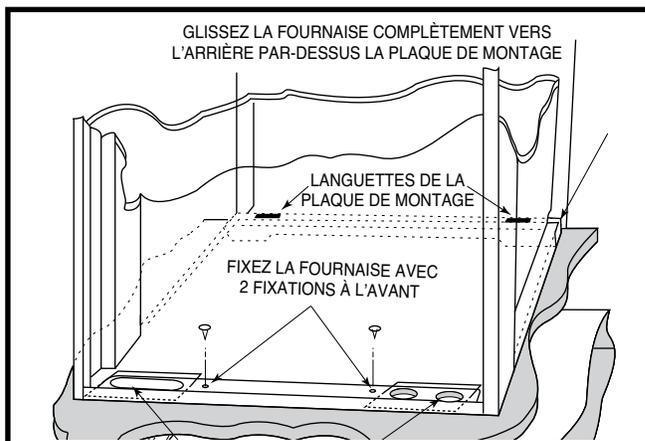

Figure 17. Fournaise de placard sur conduit d'air d'alimentation
4. Fixez le devant avec une (1) ferrure dans chaque coin (Figure 17).